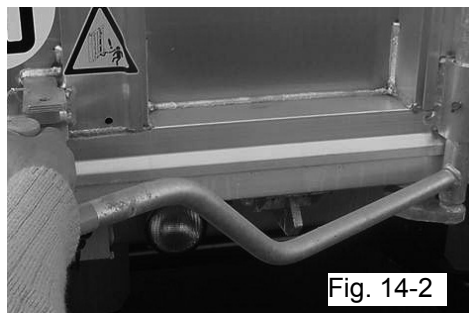

Fig. 14-2
- déverrouiller les portes et les ouvrir (fig. 14-2),